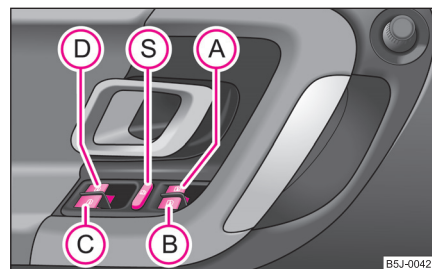

Abb. 28 Tasten in der Fahrertür
Die Schalter für die einzelnen Fenster befinden sich im Bedienteil in der Fahrertür ⇒ Seite 41, Abb. 28, Beifahrertür und in den hinteren Türen*.
Sie können durch Drücken des Sicherheitsschalters  ⇒ Seite 41, Abb. 28 die Schalter der Fensterheber in den hinteren Türen außer Funktion setzen. Durch wiederholtes Drücken des Sicherheitsschalters  sind die Tasten der Fensterheber in den hinteren Türen wieder in Funktion.
- Werden auf den Rücksitzen Kinder befördert, wird empfohlen, die elektrischen Fensterheber der hinteren Türen außer Funktion zu setzen (Sicherheitsschalter)  ⇒ Seite 41, Abb. 28.